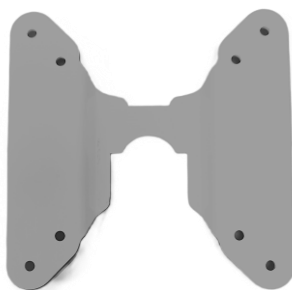

Figura 3 - Attacco VESA
3. **Agganciare il dispositivo al supporto.** Sulla parte inferiore del dispositivo è presente un raccordo (vedi Figura 3). Per fissare il dispositivo al supporto è necessario far scorrere il raccordo sul connettore VESA fino a quando si sente un “click”, che indicherà il corretto aggancio del dispositivo.